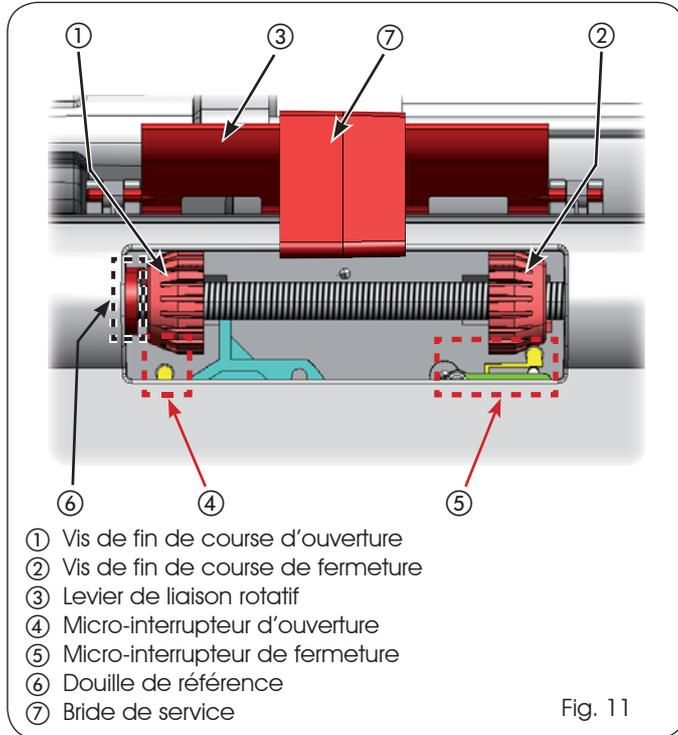

Fig. 11
La présence de la bride de service (réf. 7) permet de tourner librement les vis de fin de course de manière à sélectionner la configuration illustrée dans la figure 11.
1. Lorsque le rideau est complètement abaissé, la position des vis de fin de course réf. ① et ② doit être celle qui est illustrée dans la Fig. 11;
2. Contrôler que la vis fin de course de fermeture (réf. ②) appuie sur le micro de fermeture (réf. ⑤) de manière à l'engager (le micro-interrupteur émet un léger "CLIC" lorsqu'il est engagé);
3. S'assurer que la vis de fin de course d'ouverture (réf. ①) est contre la douille (réf. ⑥) du côté gauche. Le micro-interrupteur d'ouverture (réf. ④) ne doit pas être au contact de la vis d'après la Fig. 11.
1. Lorsque le rideau est complètement fermé, enlever la bride de service (réf. ⑦ fig. 11) du groupe de fin de course;
1. Enlever et conserver la bride de service réf. ⑦ figure 11 des deux motorisations;